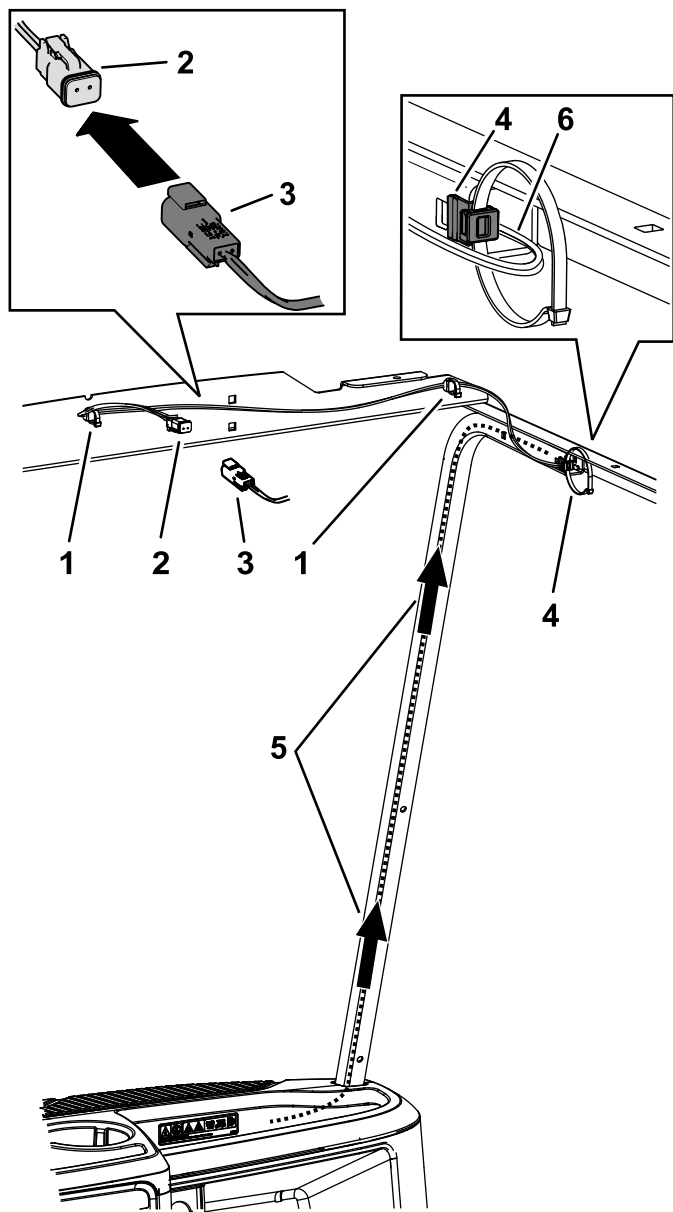

図 3
3. キャノピの右前サポートを通して下側から上へ向かって、ビーコンのワイヤハーネスの小さなコネクタを、キャノピの右側上部へ導く図 3を参照。
4. キャノピの前サポートの外側に沿って、ハーネスをキャノピの前サポートブラケットへ配設する図 3。
5. ハーネスをビーコンライトのコネクタに接続する図 3。
6. ハーネスのカラーテープを使用して、ハーネスを押し込みファスナーとエッジクリップに固定する図 3).